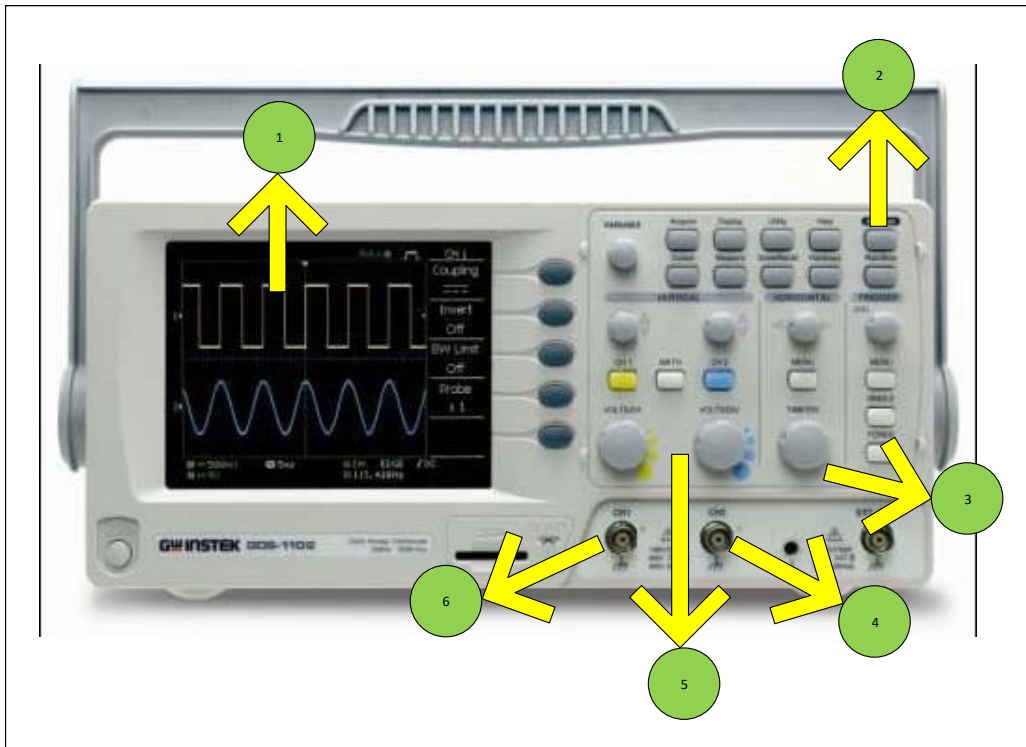

Figura 20. Osciloscopio digital.
2. Identifique cada una de las partes del osciloscopio mostrado en la Figura 20.